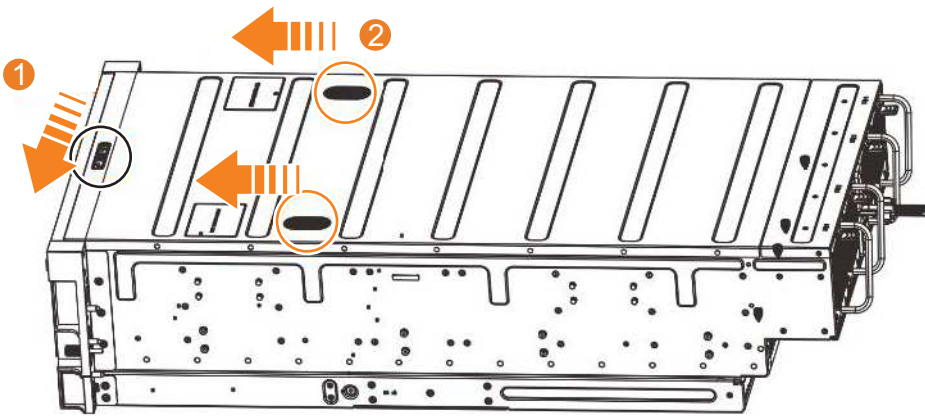

図 52. 2145-92Fカバーの解放
2. 解放ラッチ (**1**) を、図 52 に示されている方向にスライドさせます。
3. 図 52 に示すように、カバーを拡張エンクロージャーの前面方向にスライドさせます (**2**)。